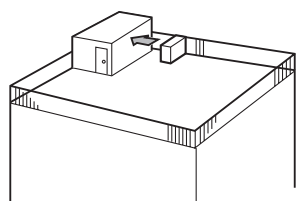

Fig. 2-4
- (1) Positionner la sortie d'air vers le mur le plus proche et à environ 500 mm de celui-ci. (Fig. 2-4)